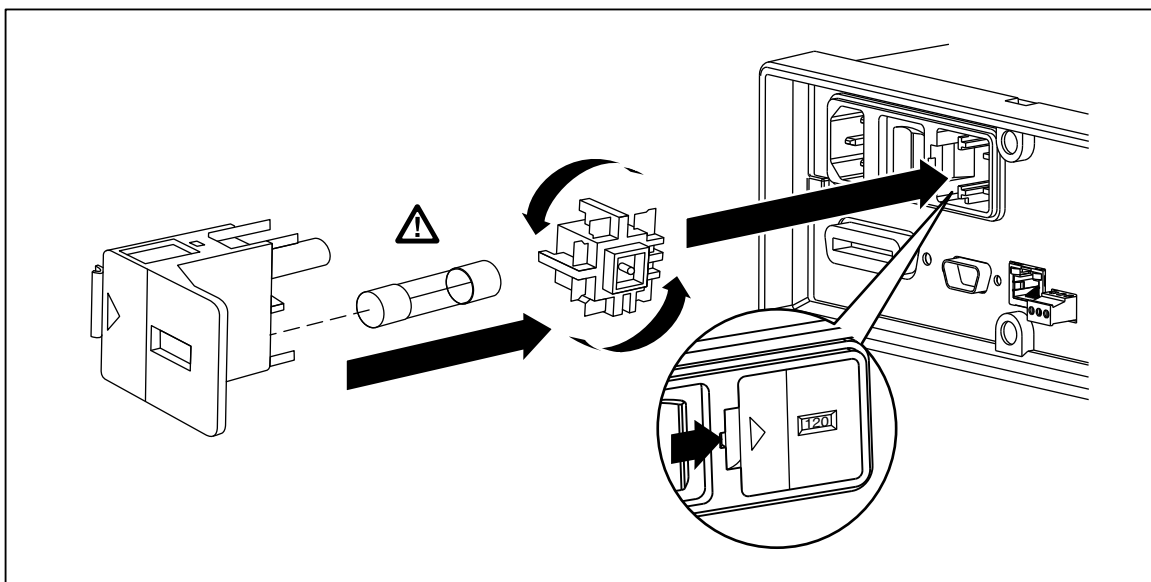

Figura 2-1. Sostituzione del fusibile di alimentazione
2. Inserire la lama di un cacciavite piccolo nell'incavo alla sinistra del portafusibili e far leva verso destra fino a sganciare il portafusibili, come illustrato nella Figura 2-1.
2. Inserire la lama di un cacciavite piccolo nell'incavo alla sinistra del portafusibili e far leva verso destra fino a sganciare il portafusibili, come illustrato nella Figura 2-1. Il multimetro viene spedito con un fusibile di ricambio dello stesso valore nominale del fusibile installato nello strumento.